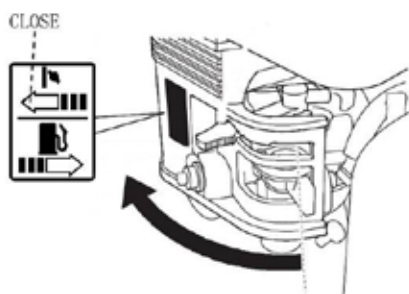

рис.9
- открыть топливный кран (рис.9) – крайнее правое положение – «ON»;
- установить рычаг управления воздушной заслонкой (рис.9) в крайнее левое положение - „закрыто“ при пуске холодного двигателя, или в промежуточное положение при прогревом двигателя;